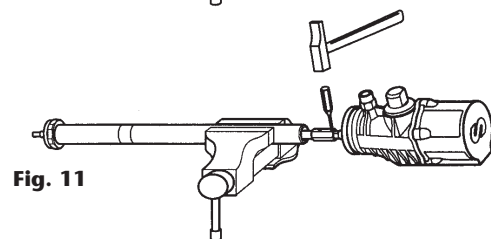

Fig. 11
5. Den Stift (25) am oberen Teil der Verbindungsmutter entfernen (Bild 11). Den Körper vom Saugrohr trennen.